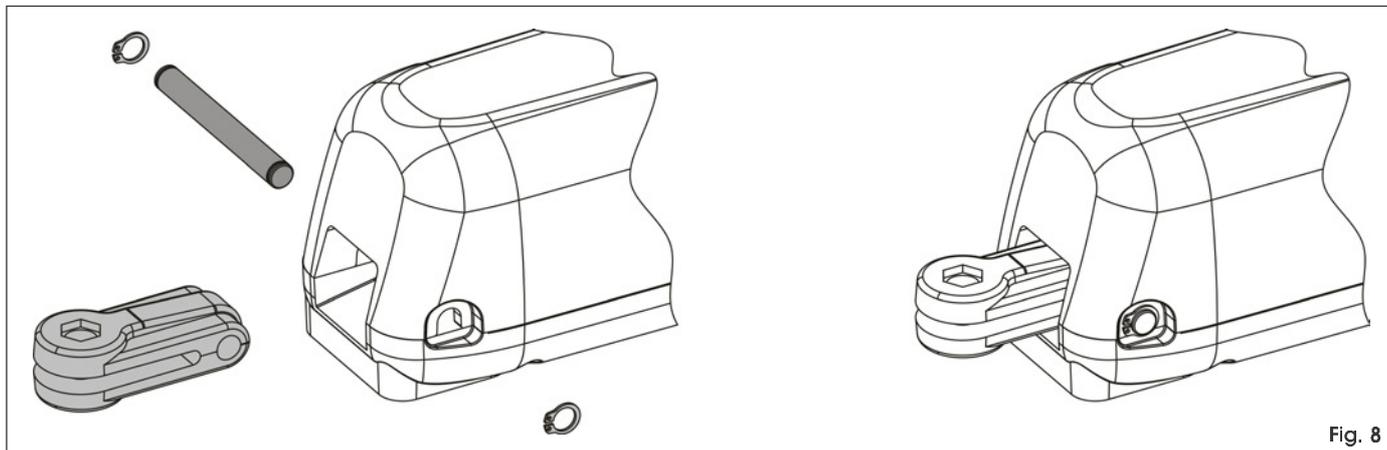

Fig. 8
2. Assemblare l'attacco posteriore all'operatore come indicato in Fig.8.